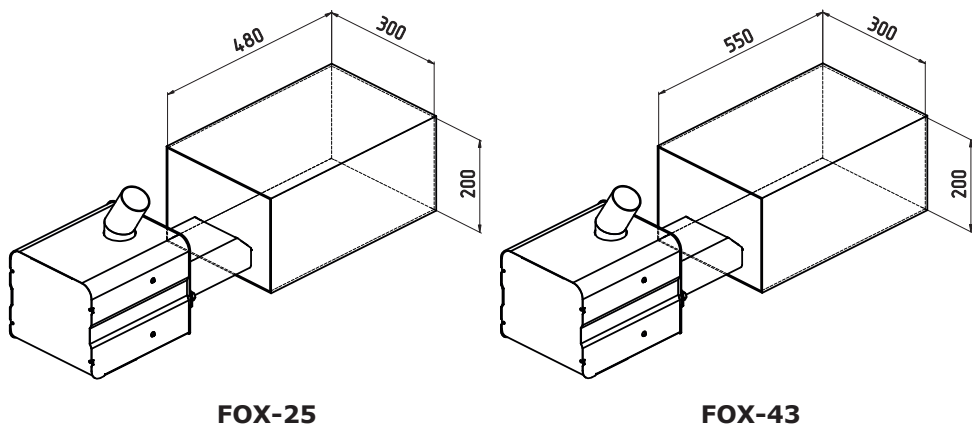

Рис. 14 Минимальные габариты топки котла
7.2.3. Минимальные габариты топки для установки приставной пеллетной горелки представлены на Рис.14.